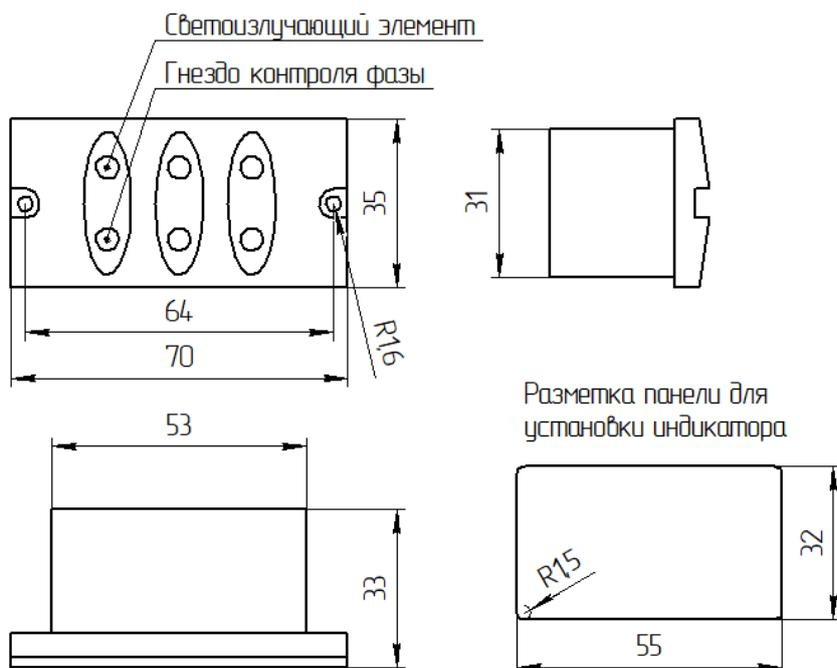

Рисунок 1 – Габаритные и установочные размеры индикатора
2.9 Габаритные и установочные размеры индикатора приведены на рис.1.